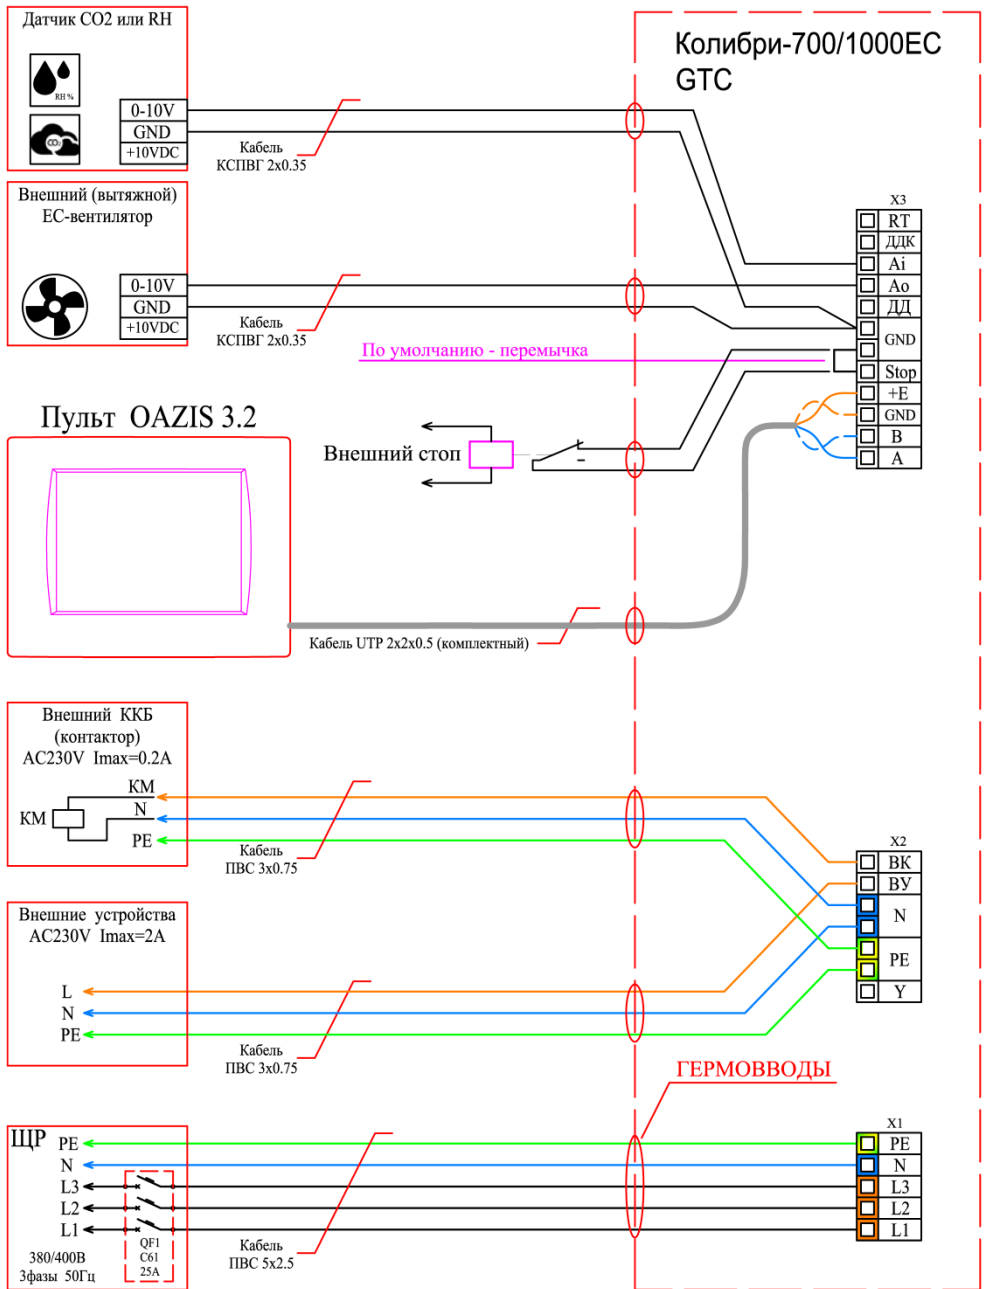

Рис. 4
Подключение К-700/1000ЕС производится в соответствии со схемами (См. Рис. 4 и Рис. 5), «пропуская» кабели через установленные в корпусе гермовводы (11).